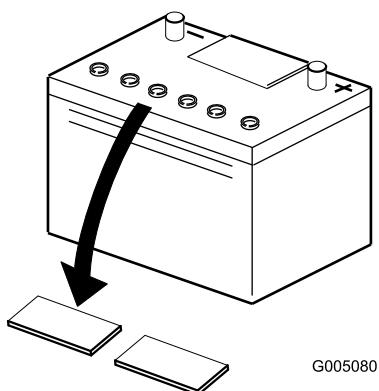

Figura 5
2. Pulite la parte superiore della batteria e togliete i tappi di sfato (Figura 5).